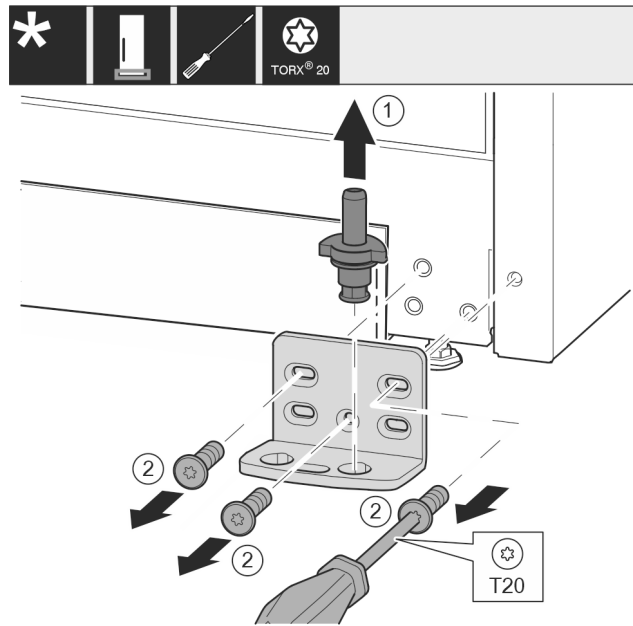

Fig. 15
- ▶ Ložiskový čap vytiahnite úplne nahor. Fig. 15 (1)
- ▶ Skrutky vyskrutkujte skrutkovačom T20 a odnímite ložiskovú konzolu. Fig. 15 (2)